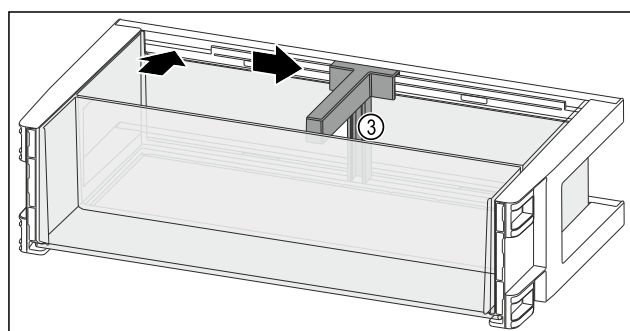

Fig. 135
- ▶ Držač za boce Fig. 135 (3) umetnite u otvor.
- ▶ Držač za boce Fig. 135 (3) pogurnite u željeni položaj na stranu.